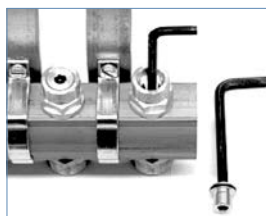

Рис. 8
2. Выполнить регулирование (настройку) вентиля имбусовым ключом 5 мм, предварительно полностью закрыв его (крутящий момент 6 Нм). А затем сделать необходимое число оборотов в направлении открытия вентиля, причем количество выполненных оборотов соответствует номеру настройки из проекта - рис. 8.